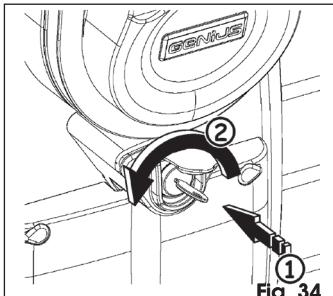

Fig. 34
1. Inserire la chiave personalizzata e portarla in posizione di **"STOP"** ruotandola in senso antiorario sino al suo arresto, Fig. 34.